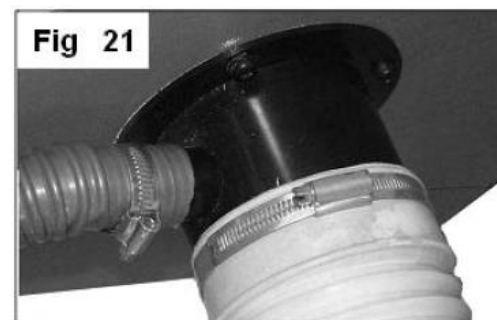

Рис.25
4. Подсоединить шланг диаметром 101,6 мм аспирации опилок к штуцеру аспирации с помощью хомута **Рис.25** диаметром 101,6 мм.